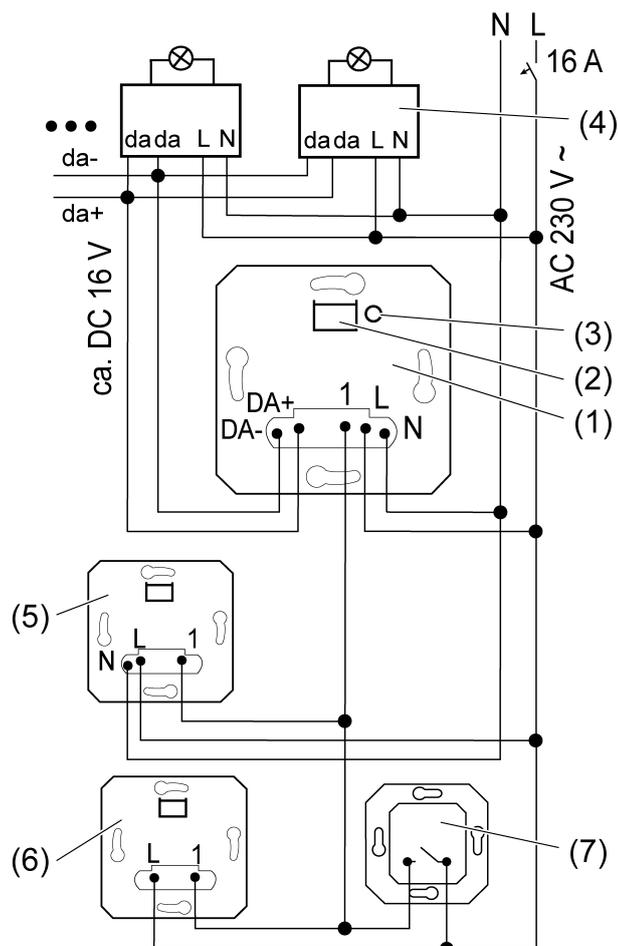

рисунок 1: Схема подключения с опциональными дополнительными узлами
- Подключите вставку DALI (1) и элементы DALI (4) согласно схеме соединений (см. рисунок 1).
- i** Путем кратковременного нажатия кнопки «Тестирование» (3) можно включить подключенный светильник без накладки.